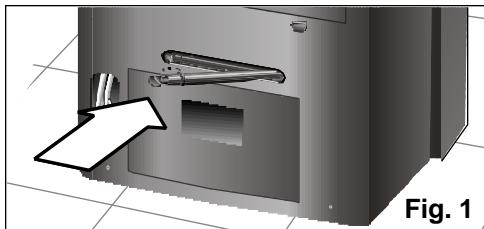

Fig. 1
- ❑ Asegúrese de que el tapón del desagüe esté bien metido, ya que puede haberse soltado durante el transporte, **Fig. 1**.